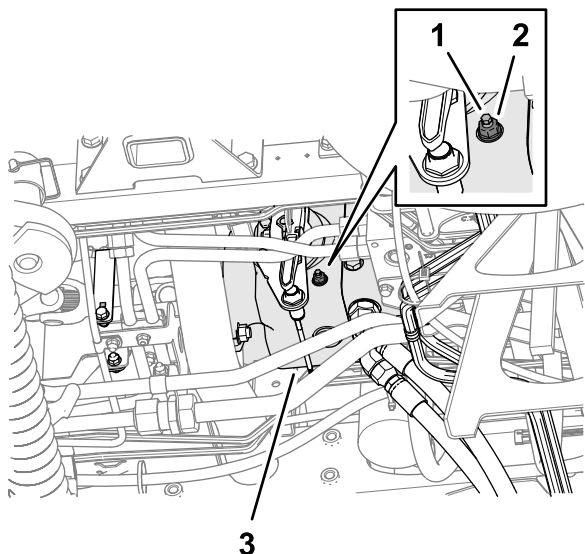

Figura 136
- Din partea inferioară a mainii i din partea dreaptă a pompei de traciune, slăbii contrapiulia care fixează urubul de reglare pentru revenirea în poziia neutră (Figura 136).